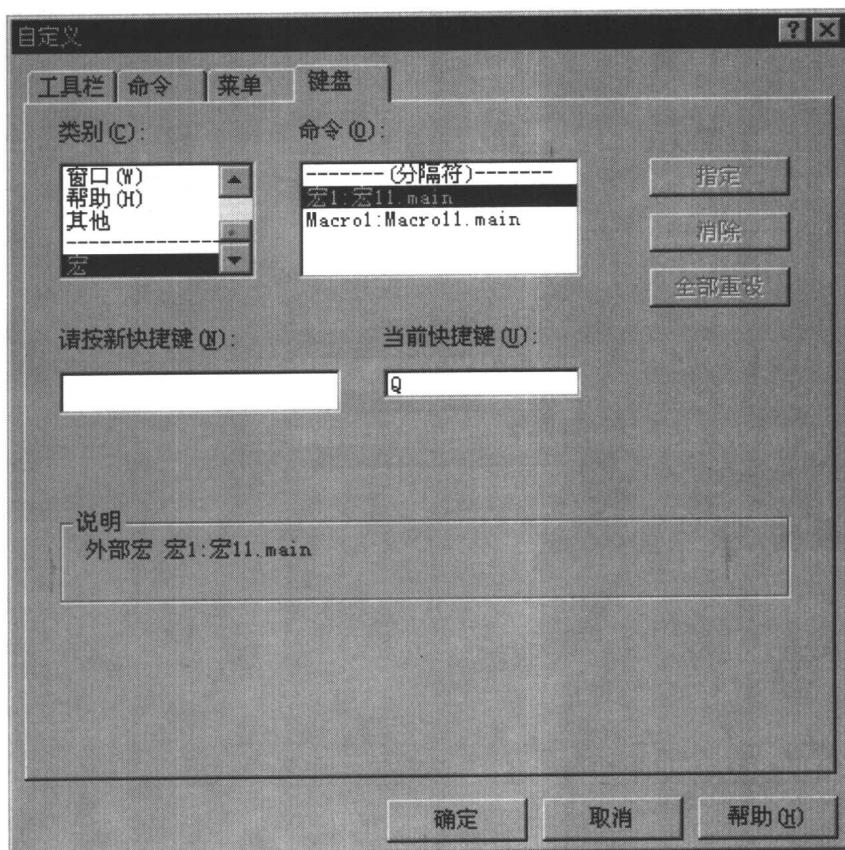

图 1.5 将宏指定给热键
- (1) 当文件打开时，单击“工具”→“自定义”命令，然后单击“键盘”标签，如图 1.5 所示。